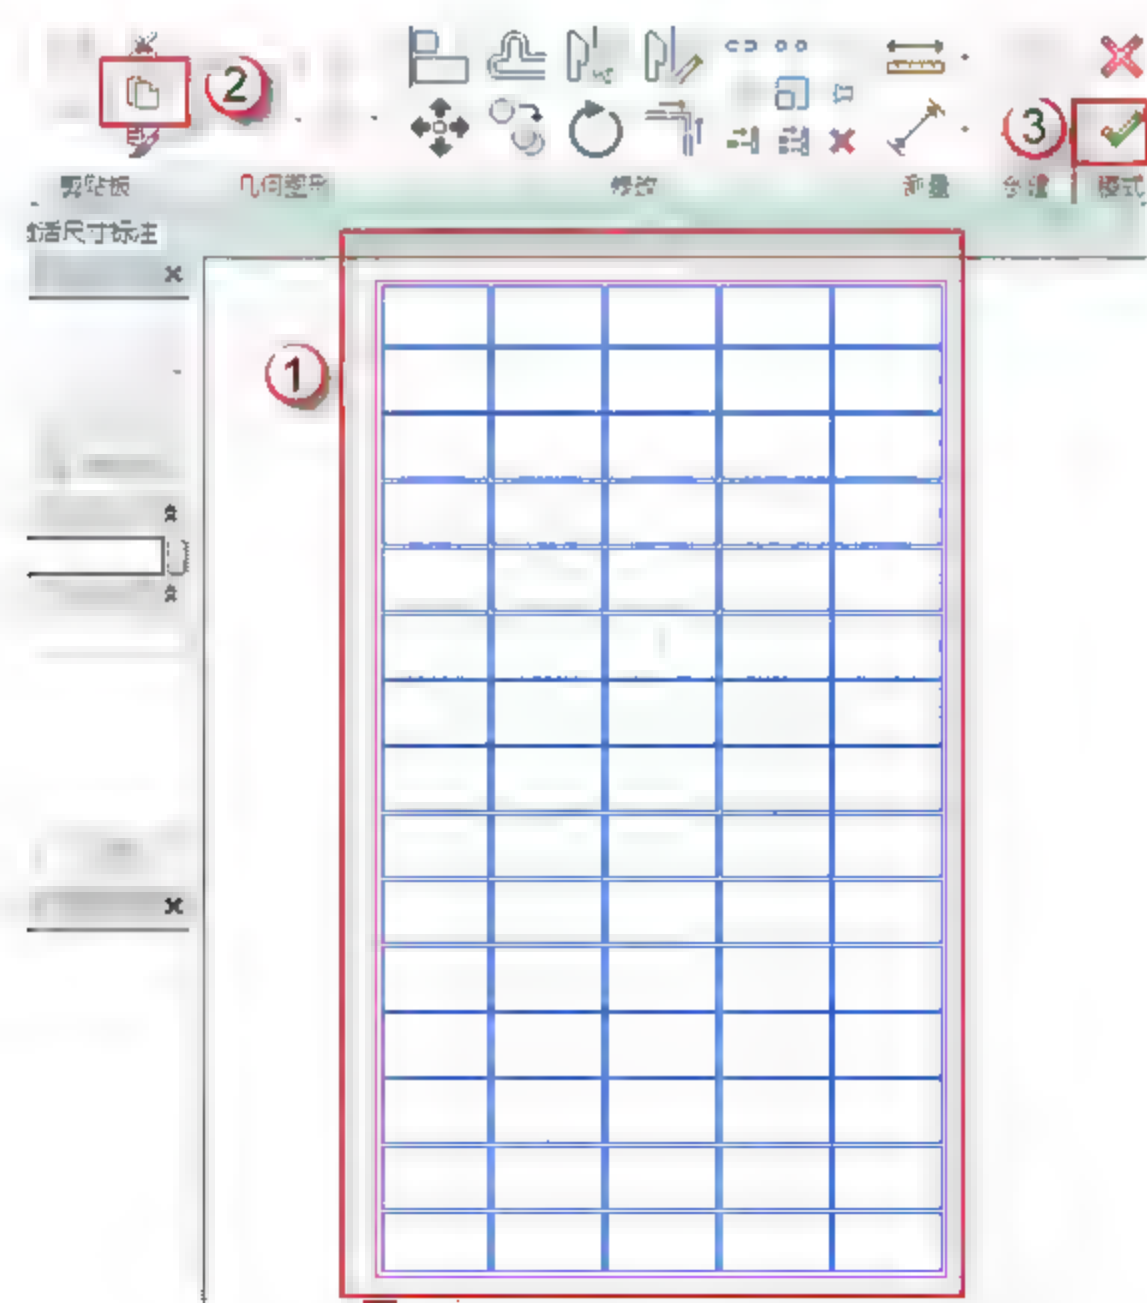

图 12.1.41 复制玻璃轮廓线
(15) 复制玻璃轮廓线。完成编辑窗框材质后，返回绘图界面，选择玻璃轮廓线，单击“复制的剪贴板”按钮（或者直接按快捷键 Ctrl+C），然后在上下文关联选项板中单击√按钮，如图 12.1.41 所示。